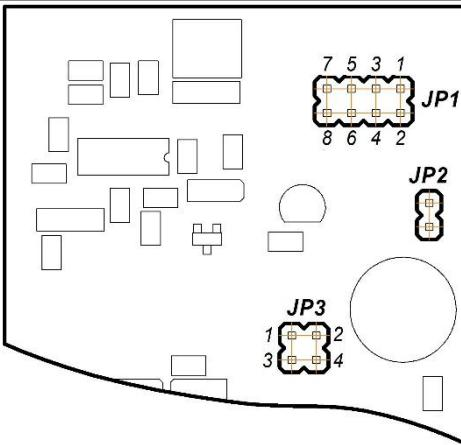

Рисунок 5.2 – Положення перемичок на платі блоку БУС-41
5.2.2 Для переналагодження блоку на інші типи вхідного сигналу використовуйте рисунок 5.2 та таблиці 5.2.1 та 5.2.2.